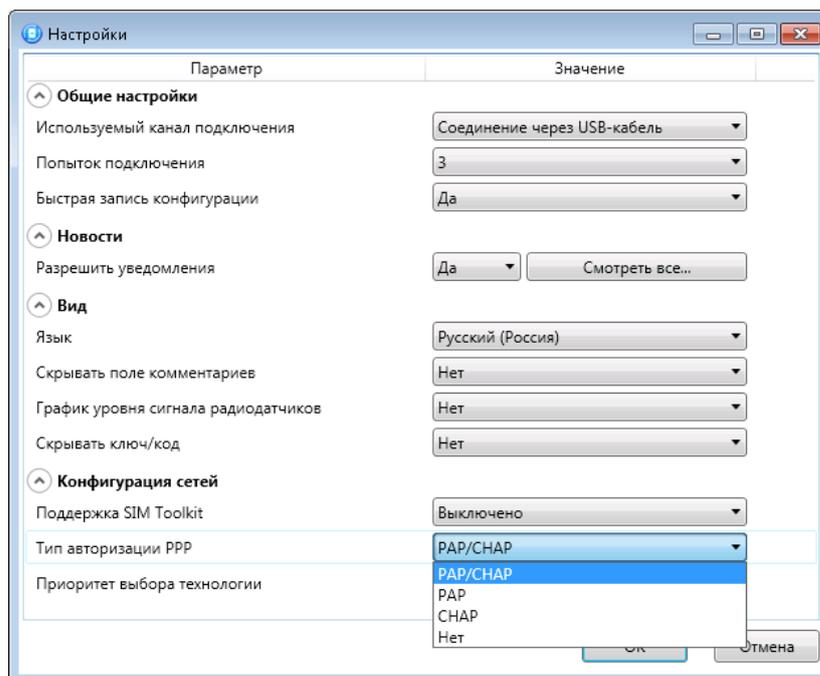

Рисунок 16.11 — Окно «Настройки»
2. В открывшемся окне «Настройки» выберите необходимое значение параметра «Тип авторизации PPP» (см. рисунок 16.11).